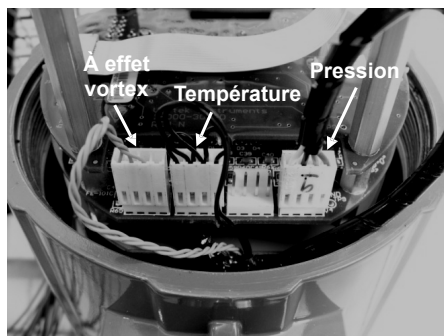

Fig. 59 Connexions des capteurs de la pile électronique
3. Localisez les faisceaux de capteurs qui remontent du col du débitmètre et se fixent aux cartes de circuits imprimés. Notez l'emplacement de chaque connexion de capteur. Voir les figures 59 et 60. La connexion du capteur de vortex se trouve à gauche, la connexion du capteur de température (le cas échéant) est la deuxième à gauche et la connexion du capteur de pression (le cas échéant) est le connecteur le plus à droite. À l'aide d'une petite pince, retirez les connecteurs de câblage des capteurs des circuits imprimés.